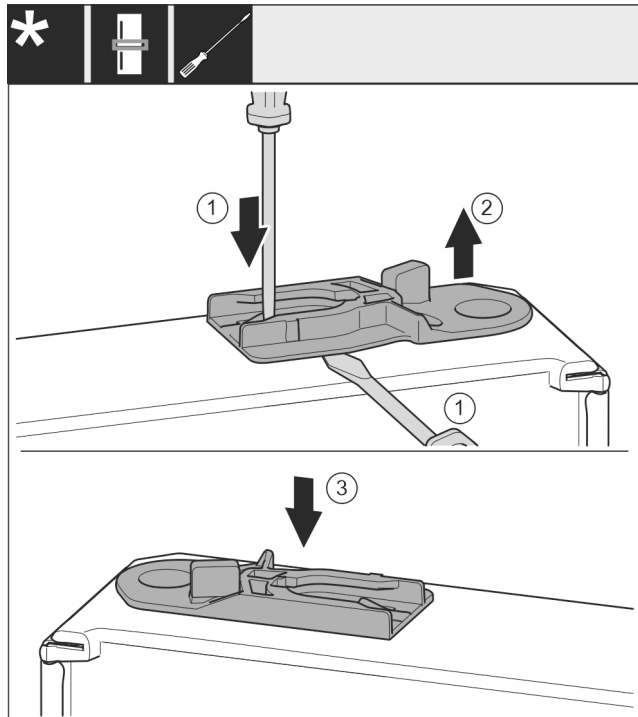

Fig. 53 \*
- ▶ Geleidebus uittrekken: Strip Fig. 53 (1) met platte schroevendraaier indrukken en gelijktijdig een platte schroevendraaier onder de geleidebus Fig. 53 (2) plaatsen.\*
- ▶ In de leveringsomvang meegeleverde geleidebus Fig. 53 (3) in de andere behuizingszijde schuiven.\*